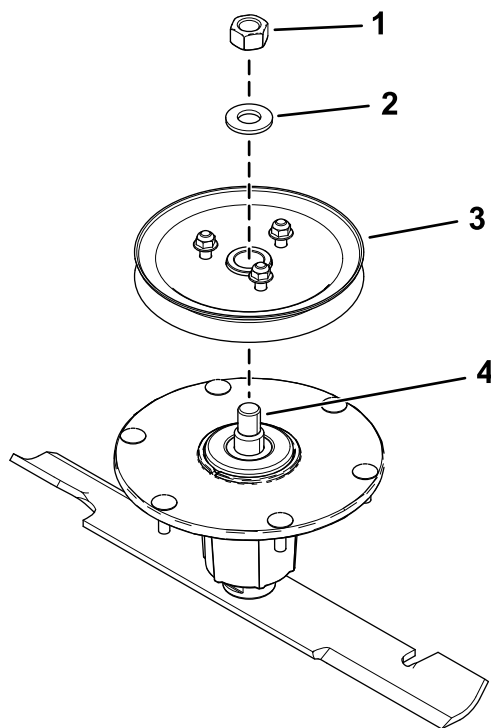

Figura 4
4. Instale o conjunto da roldana no eixo utilizando a anilha e porca superior (Figura 4).